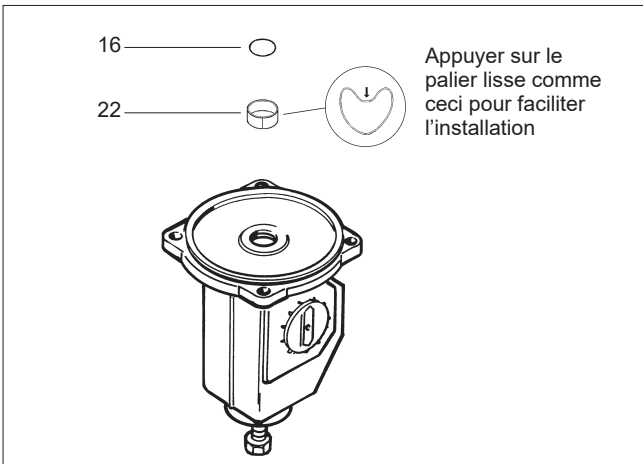
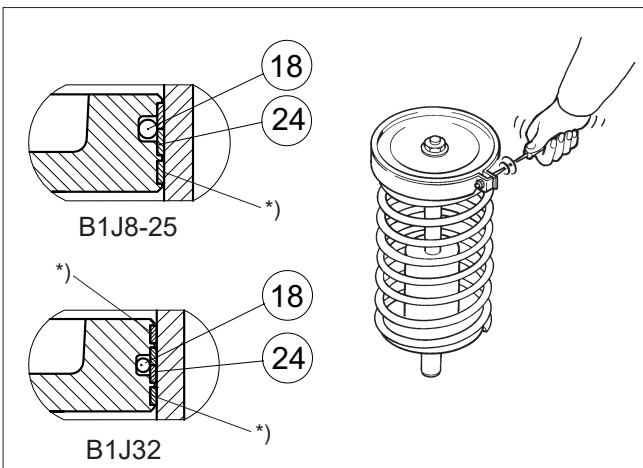
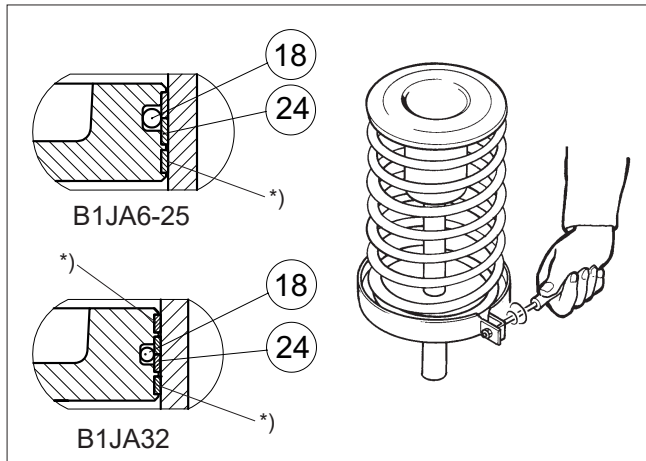

Fig. 11 Mise en place du joint et du palier de la tige du piston
Fig. 12 Serrage des joints du piston à l'aide d'un anneau de serrage
Fig. 18 Serrage des joints de piston à l'aide d'un anneau de serrage
- Graisser le nouveau joint torique et son espace d'étanchéité avec de l'Unisilikon L250L ou une graisse siliconée équivalente. Mettre en place le nouveau palier et le nouveau joint torique. Cf. Figure 11.
- Mettre en place le joint torique (18) situé sous les joints du piston.
- Disposer les joints du piston (24) autour du piston de telle façon que les extrémités des bandes soient opposées. Les serrer conformément à la Figure 12 à l'aide d'un anneau de serrage. Les bandes marquées d'un * peuvent être écourtées de 1,5 à 3 mm pour faciliter le montage.
- Enlever la vis de butée latérale (27) du fond du cylindre.
- Enlever les vis de fixation (31) du cylindre se trouvant du côté du fond (6) du cylindre. Enlever le cylindre avec son chapeau.
- Enlever le capot-sécurité du carter (2).
- Actionner le mécanisme jusqu'à ce que la vis de fixation (29) du palier soit apparente. Ouvrir la vis.
- Enlever le joint de tige (16) et le palier (22) de la tige du piston. Nettoyer l'espace d'étanchéité.
- Graisser le nouveau joint torique et son logement avec du Unisilikon L250L ou du Molykote III. Mettre en place le nouveau palier et le nouveau joint torique. Cf. Figure 11.
- Disposer les joints du piston (24) autour du piston de telle façon que les extrémités de bandes soient opposées. Les serrer conformément à la Figure 18 à l'aide d'un anneau de serrage. Les bandes marquées d'un * peuvent être écourtées de 1,5 à 3 mm pour faciliter le montage.